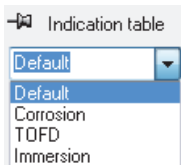

図 6-4 指示テーブルで定義済みの測定値カテゴリーを選択
5. **[Indication Table]** ダイアログボックスで、定義済みの測定値カテゴリーを選択して（186 ページの図 6-4）、テーブルに表示する測定値を決定します。